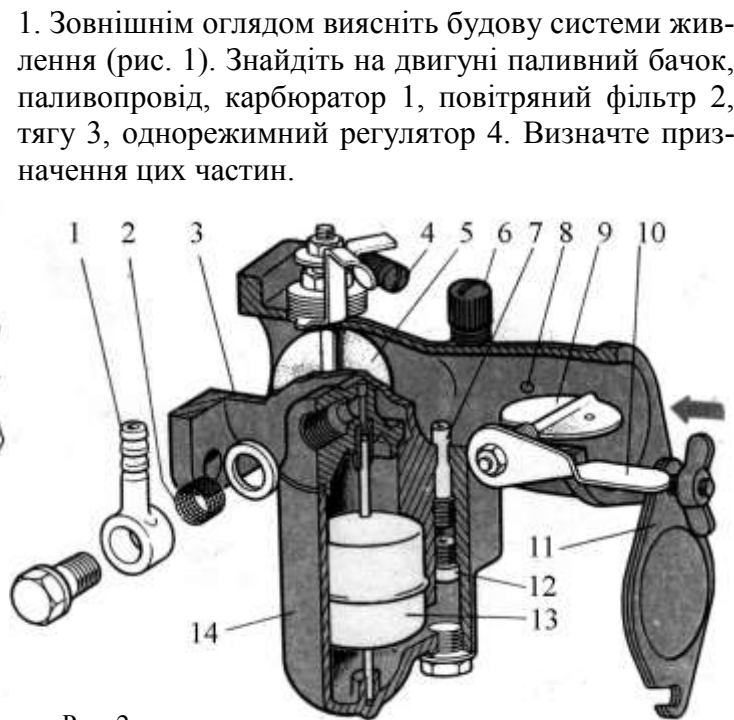

Рис. 2
2. Частково розберіть карбюратор К-16А: зніміть кришку поплавкової камери, витягніть поплавок, викрутіть пробку, паливний жиклер і розпилювач. Користуючись рис. 2, знайдіть на карбюраторі: 1- штуцер, 2-фільтр, 3-патрубок, 4-гвинт кількості, 5-дросельна заслінка, 6-гвинт якості, 7-розпилювач, 8-отвір холостого ходу, 9-повітряна заслінка, 10-важіль повітряної заслінки, 11-кришка повітряного патрубку, 12-паливний жиклер, 13-поплавок, 14-поплавкова камера. Знайдіть канали холостого ходу. Виясніть, як працює карбюратор.